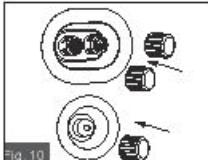

Fig. 10
1. För att förhindra vatten från att rinna ut, sätt i tre proprar i massagepoolens adaptar och avskunningsenheter på insidan. (Se Fig 10.)